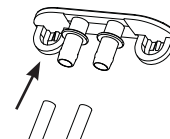
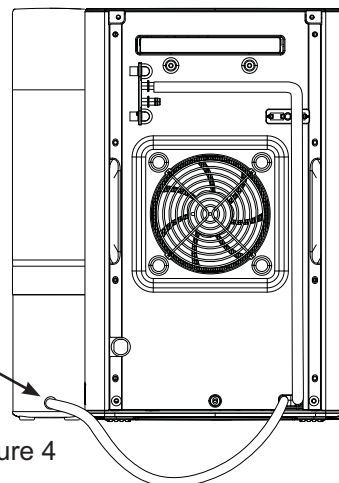
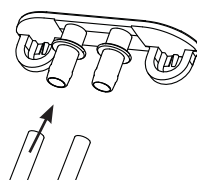
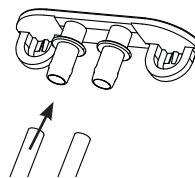

Figure 3
Figure 4
Figure 6
Figure 9
- Une fois que l'eau cesse de s'écouler, rebranchez les tubes de vidange au bouchon de vidange (Figure 3), ou si vous disposez d'un réservoir latéral, rebranchez le tube non identifié au bouchon de vidange, et le tube B à la base du réservoir latéral (Figure 4).
- Une fois la vidange terminée, rebranchez les deux tubes aux prises en plastique gris (Figure 6)
6. Une fois le rinçage terminé, rebranchez les tubes de vidange aux prises de vidange (Figure 6), ou si vous disposez d'un réservoir latéral, rebranchez le tube non étiqueté à la prise de vidange et le tube B à la base du réservoir latéral (Figure 4).
- Une fois la vidange terminée, rebranchez les deux tubes aux prises en plastique gris (Figure 9)
6. Une fois le rinçage terminé, rebranchez les tubes de vidange aux prises de vidange (Figure 9), ou si vous disposez d'un réservoir latéral, rebranchez le tube non étiqueté à la prise de vidange et le tube B à la base du réservoir latéral (Figure 4).